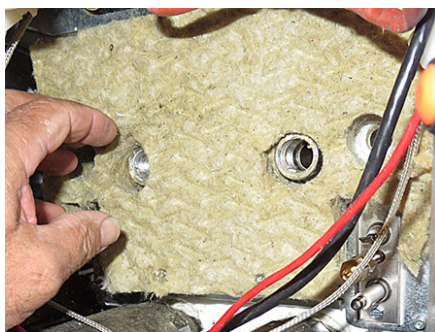

図 44
51. フライポットの前面に新しい外側断熱材を慎重に挿入します (図 44 を参照)。